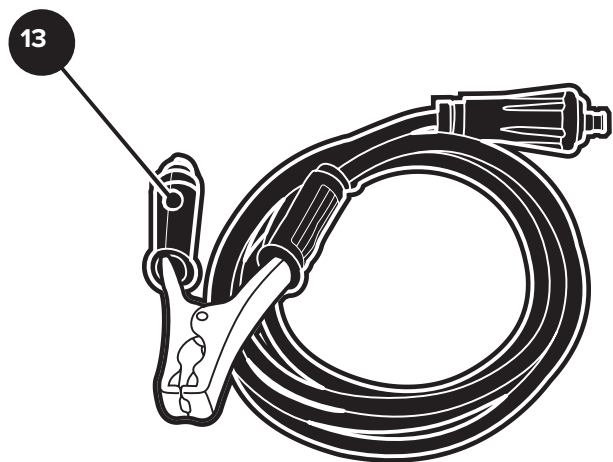
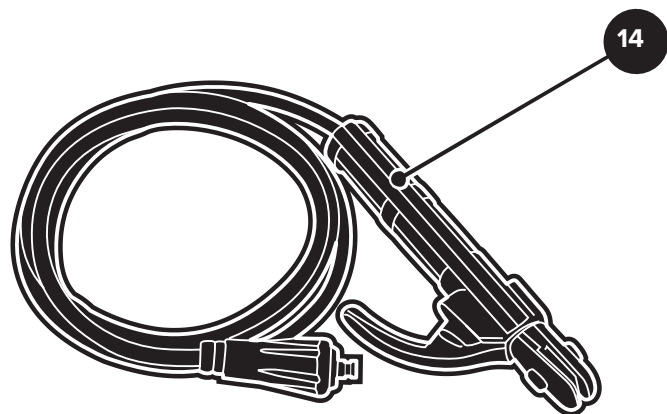

Рисунок 2 — Сварочный кабель с зажимом
Рисунок 3 — Сварочный кабель с с электрододержателем
- Если свариваемые металлические детали (или сварочный стол) с помощью сварочного кабеля с зажимом 13 (см. рис. 2) подсоединяются к положительному полюсу — к силовой клемме 1, а сварочный кабель с электрододержателем 14 (см. рис. 3) к отрицательному полюсу — к клемме 12, то такое присоединение полюсов носит название «прямая полярность». Прямая полярность используется при сварке деталей требующих больше тепла на нагрев кромок.